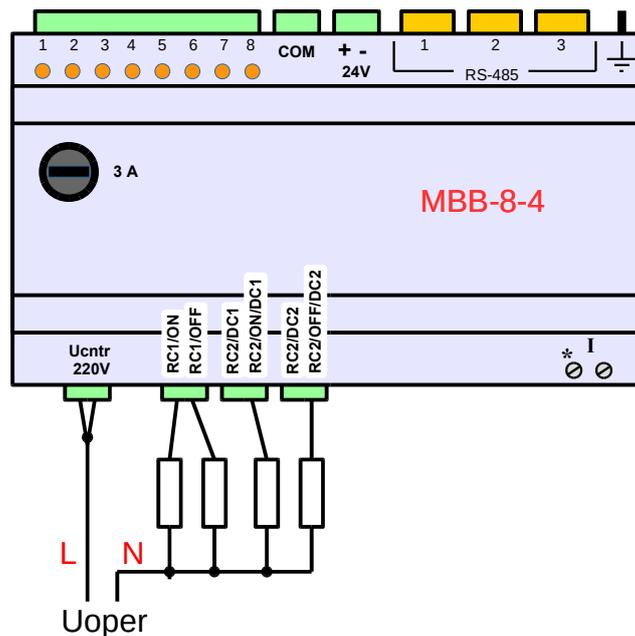

Рисунок 5. Пример подключения исполнительных цепей 4-х ТУ.
2. Использование каналов 1 и 3 возможно также и для подключения на объекте других интеллектуальных устройств при определенном конфигурировании (рисунок 5).